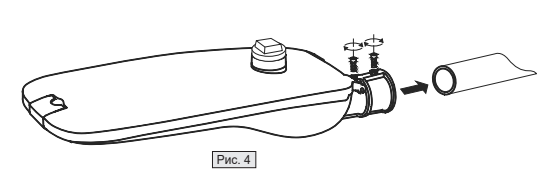

Рис. 4
6. Установите светильник на кронштейн или торшерную опору, отрегулируйте его положение и затяните установочные винты (Рис. 4).